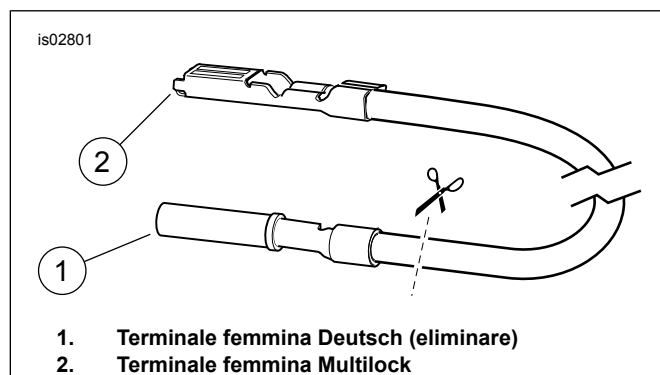

Figura 4. Tagliare il terminale Deutsch dal conduttore dell'adattatore
1. Tagliare ed eliminare il terminale sul conduttore rosa (PK) del segnale del **cablaggio del mini contagiri**.
2. Prendere dal kit il conduttore dell'adattatore del segnale (13) ed un connettore a giunto di testa a tenuta (6). Vedere Figura 4. Tagliare il terminale femmina Deutsch dal conduttore dell'adattatore del segnale, in prossimità di quel terminale. Giuntare il conduttore dell'adattatore del segnale con il conduttore del segnale del cablaggio del mini contagiri secondo le istruzioni riportate nell'appendice del manuale di manutenzione.